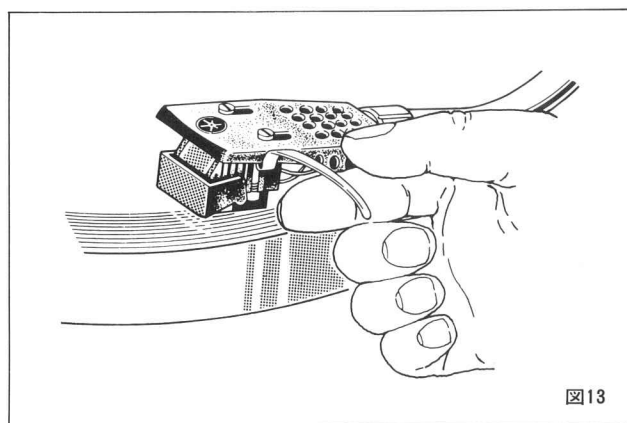

図13
- ① 接続したオーディオアンプのファンクションスイッチをPHONOにします。
- ② 演奏するレコードをターンテーブルに乗せます。レコードがドーナツ盤の場合は、付属のEPアダプターを使用してターンテーブルに乗せます。
- ③ トーンアームのカートリッジの針先を、レコード面上のお聴きになりたい位置にもってゆきます。(図13) このときターンテーブルが回り始めます。